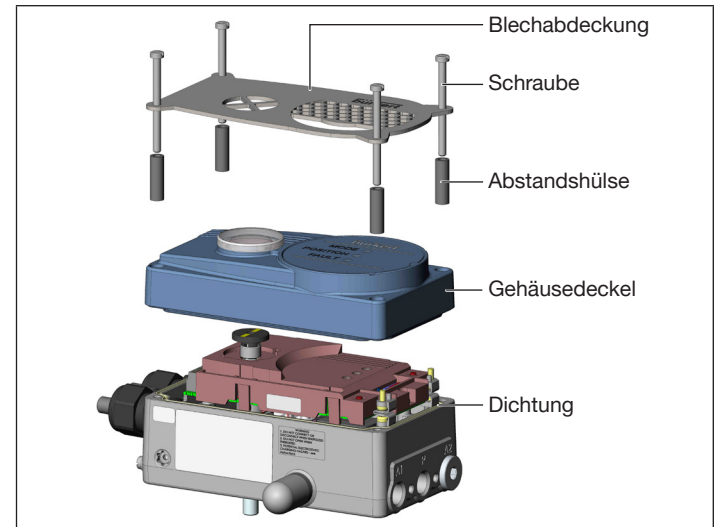

Abb. 4: Montage/Demontage von Blechabdeckung und Gehäusedeckel am Beispiel Typ 8791
- Blechabdeckung mit Schrauben und Abstandshülsen aufsetzen (siehe „Abb. 4“).